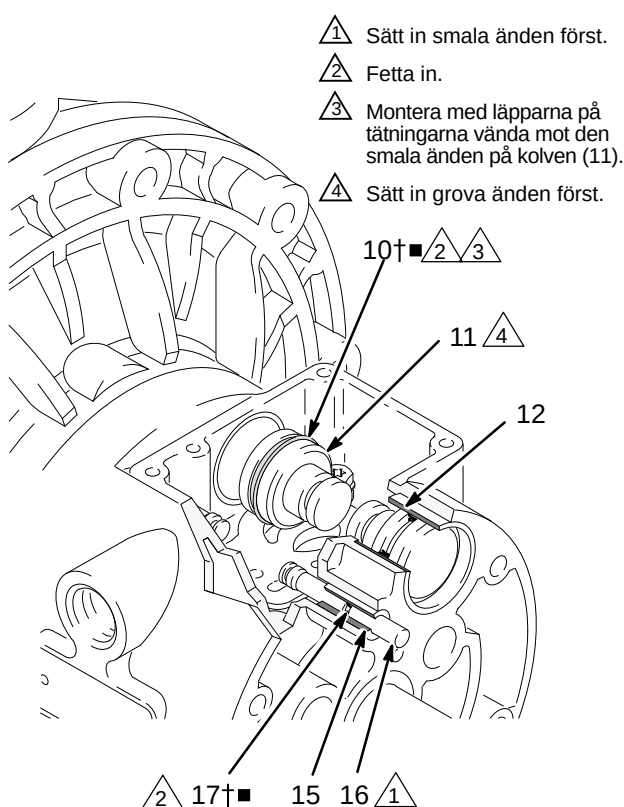

FIG. 8
4. Dra ur de två manöverkolvarna (11) ur lagren (12). Ta bort packboxarna (10) från kolvarna. Dra ur de två styrstiften (16) ur lagren (15). Ta bort o-ringarna (17) från styrstiften. Se FIG. 8.
6. Inspektera lagren (12, 15) där de sitter. Se FIG. 8. Lagren är koniska och måste tas bort från utsidan om de är skadade. Detta kräver att vätskekammaren tas isär. Se sidan 22.
4. Sätt på en o-ring (17†■) på vart och ett av styrstiften (16). Fetta in stiften och o-ringarna. Sätt i stiften i lagren (15) **smala** änden först. Se FIG. 8.
5. Montera en packbox (10†■) på var och en av manöverkolvarna (11) med läpparna vända mot den **smala** änden på kolvarna. Se FIG. 8.
6. Smörj in packboxarna (10†■) och manöverkolvarna (11). Sätt i manöverkolvarna i lagren (12) **breda** änden först. Låt den smala änden på kolvarna ligga öppet. Se FIG. 8.